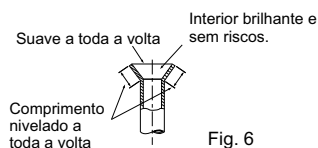

Fig. 6
- Compare o trabalho de abocardamento com a Fig. 6.